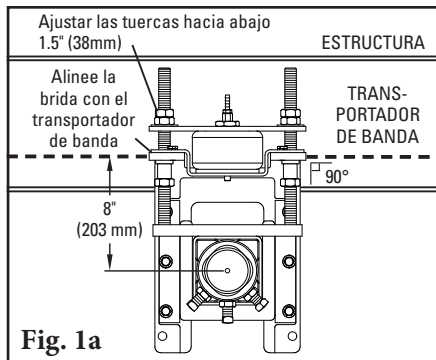

Fig. 1a
1. **Instale las bases de montaje del tensor de resorte.** (Para la tensión de empuje consulte las instrucciones adicionales en la página 11). Con una mordaza coloque la base de montaje en posición de manera que la brida superior de la base esté alineada con la banda (Fig. 1a). Atornille o suelde la base de montaje en su lugar. Ubique e instale la base de montaje en el lado opuesto.
(Para la tensión de empuje consulte las instrucciones adicionales en la página 15). Con una mordaza coloque la base de montaje en posición de manera que la base esté al ras con la banda (Fig. 1a). Atornille la base de montaje en el lugar. Ubique e instale la base de montaje en el lado opuesto.